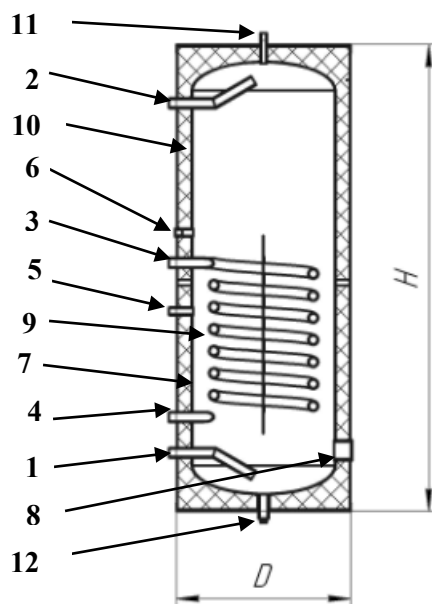

Рисунок 1-Устройство бойлера
6.19 Для измерения и контроля температуры горячей воды в бойлере установите температурный датчик в месте замера (поз. 6 рис. 1) Поверхность датчика должна по всей длине соприкасаться с погружной гильзой.